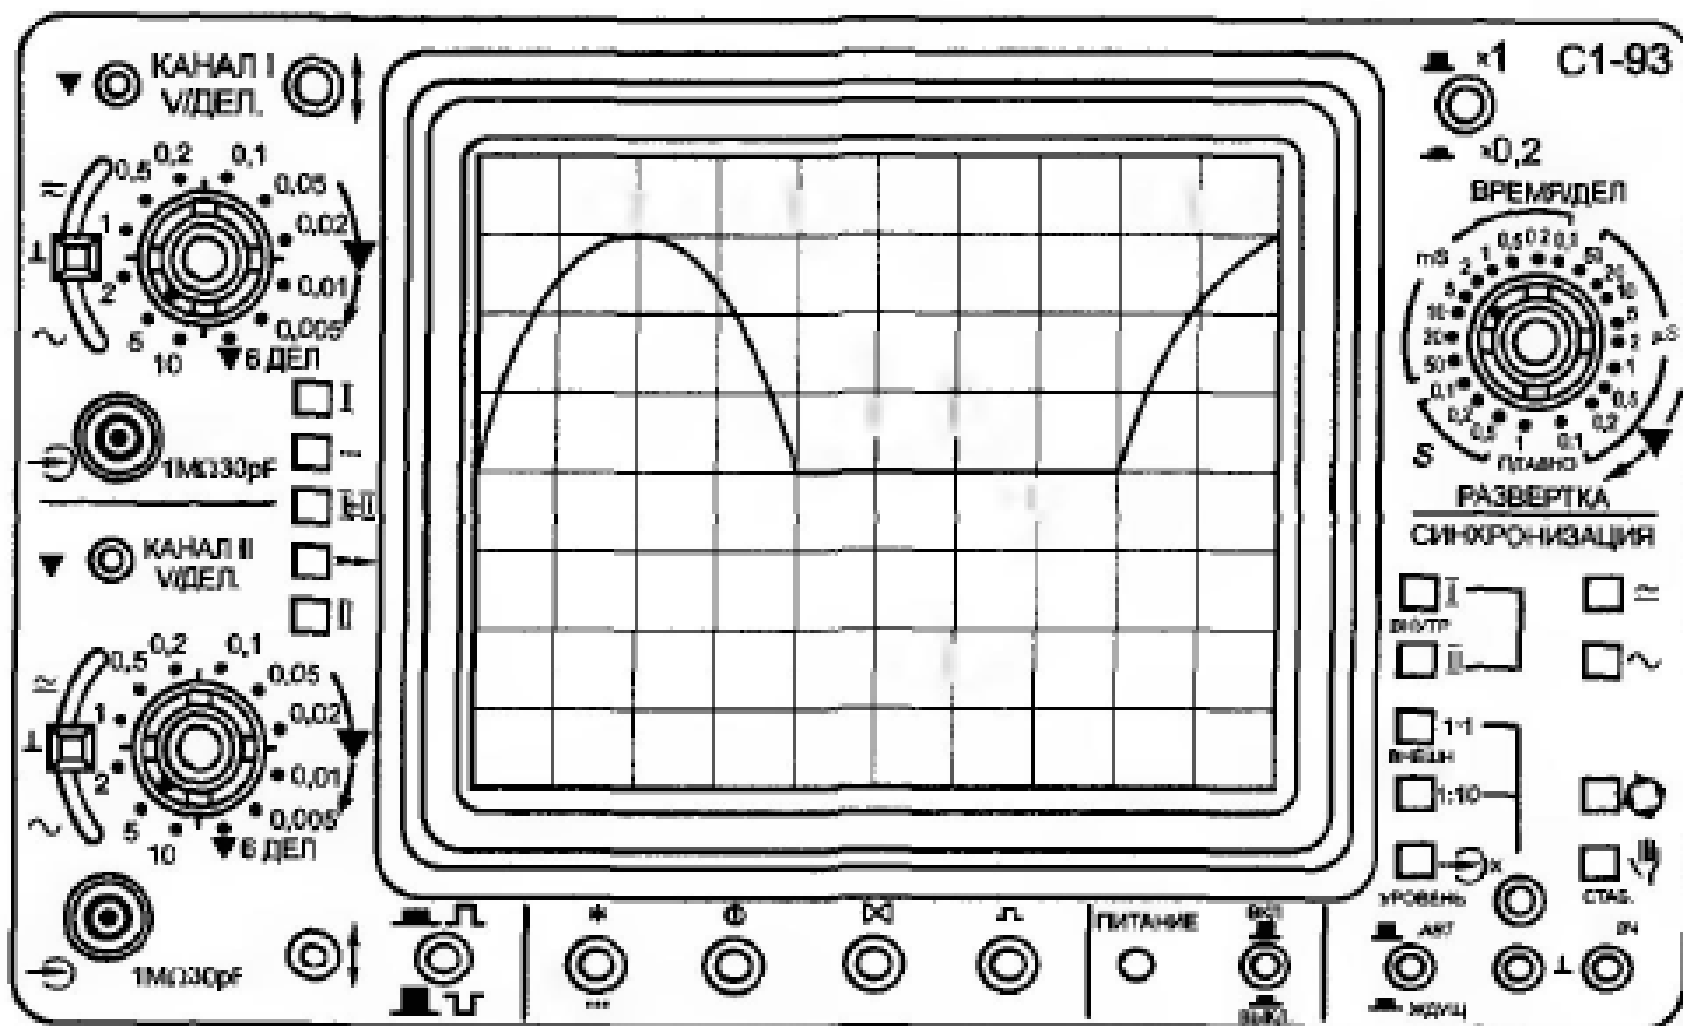

Рис. 7.3. Изображение лицевой панели осциллографа С1-93
**7.390 – 7.400.** Определить амплитуду напряжения сигнала, представленного на экране рис. 7.3, при следующих положениях переключателя «V/дел.» прибора С1-93: